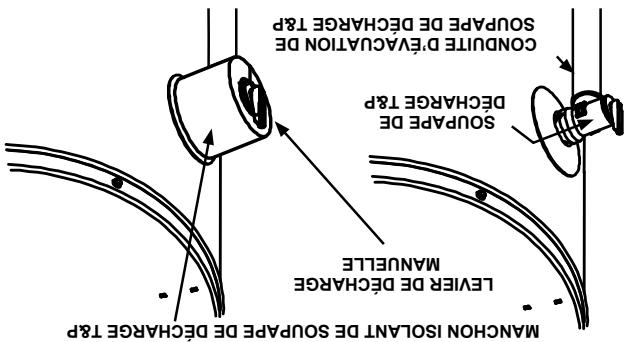

FIGURE 16.
1. Repérer la soupape de décharge à sécurité thermique sur le chauffe-eau (également connue sous le nom de soupape DST). Voir Figure 16.
3. Ecarter la fente et glisser l'isolation sur la soupape de décharge à sécurité thermique. Voir Figure 16. Appliquer une légère pression sur l'isolation de manière à ce qu'elle soit complètement installée sur la soupape de décharge à sécurité thermique. Quand l'isolant est bien posé, l'assujettir avec du ruban adhésif.
- IMPORTANT :** L'isolant ou le ruban ne doit pas bloquer ou couvrir l'ouverture de drain de la soupape de décharge et de sécurité thermique. De plus, l'isolant ou le ruban ne devrait pas bloquer ou empêcher l'accès au levier de décharge manuelle (Figure 16).
Les tuyaux, raccords, soupapes et robinets doivent être mis en place conformément au dessin d'installation (Figure 16). Si l'aire d'installation intérieure est soumise au gel, la tuyauterie d'eau doit être isolée.